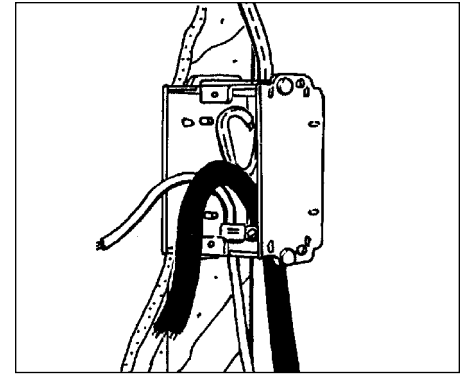

Figure 4
3. Trim excess length of supply branch circuit, cold lead and temperature sensor cables, as necessary, leaving about 6" projecting from the ECB, see Figure 4. Relocate ID tags for cold leads in ECB.
conducteurs froids et du fil du capteur de température, au besoin, en laissant des longueurs d'environ 15 cm (6 pouces) à l'extérieur du boîtier (voir la figure 4). Remettre en place les étiquettes d'identification des conducteurs froids dans le boîtier.